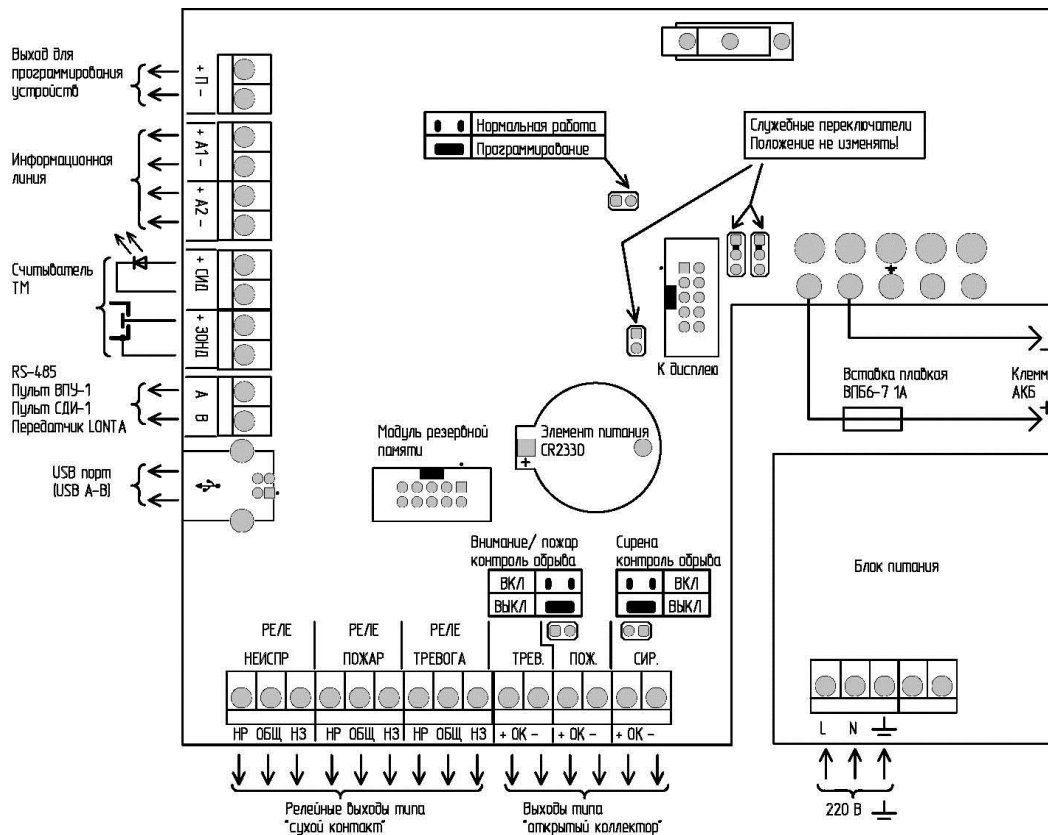

Рис. 3. Расположение клемм подключения на системной плате АПКП.
5.1.3. На блоке питания АПКП (рис.3) расположены клеммы питания  $\approx 220\text{В}$  и заземления.
5.1.4. На системной плате (рис.3) расположены клеммы:
5.1.5. На системной плате рис.3 расположен также порт USB для подключения компьютера и разъем для установки дополнительной платы памяти.
5.1.6. На системной плате рис.3 расположены три перемычки (три джампера):